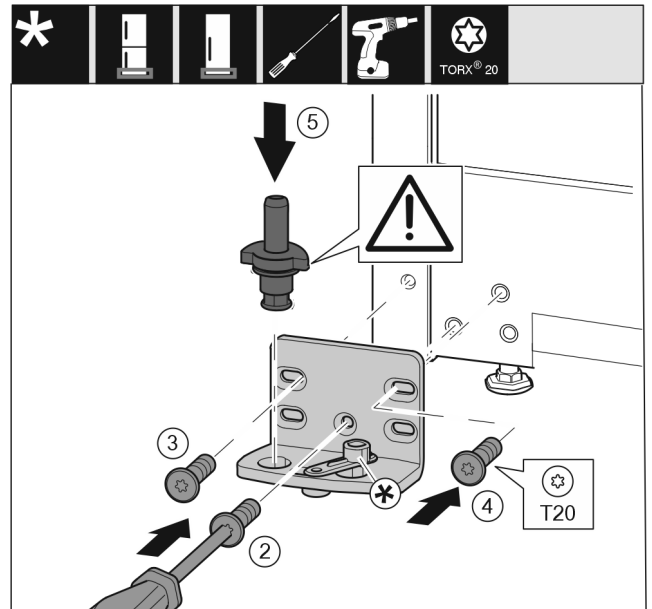

Fig. 16
- Vendosni bazamentin mbështetës në anën tjetër dhe mbërthejeni me ndihmën e një kaçavide T20. Filloni me vidën 2 poshtë në mes. Fig. 16 (2)
- Mbërtheni fort vidën 3 dhe 4. Fig. 16 (3,4)
- Vendosni komplet në vend bazamentin mbështetës. Këtu bëni kujdes që gungat e kapjes të jetë të kthyer nga poshtë. Fig. 16 (5)